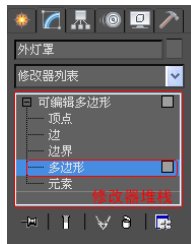

图3.18 激活子对象
- 09 打开修改命令面板，在修改器堆栈中单击激活“多边形”子对象，如图3.18所示。